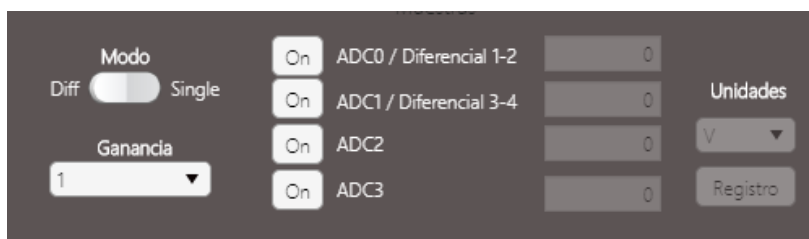

Figura 5.23: Selección de valor ADC.
4. Ubicar en el bloque *Módulo ADC*; asegurar que el modo esté habilitado en *Single* y la ganancia en 1 (figura 5.23).